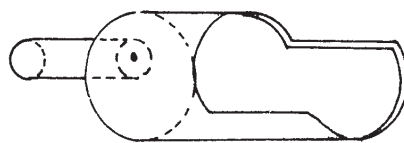

Figura 9
- Por último, agujera con un clavo la base de la lata y fija el mango con el tornillo. La figura 9 te muestra cómo debe quedar terminado el cucharón.